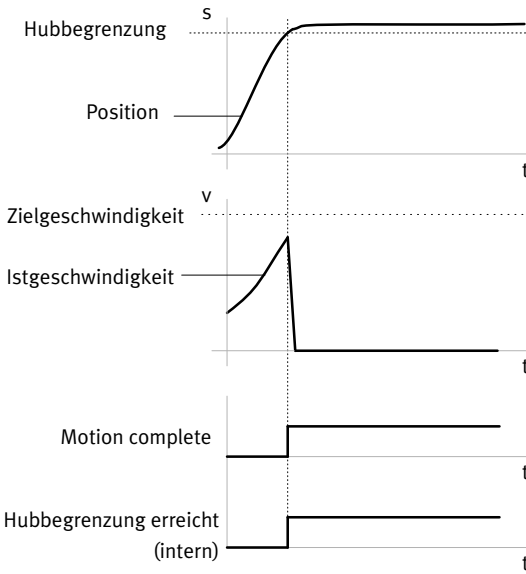
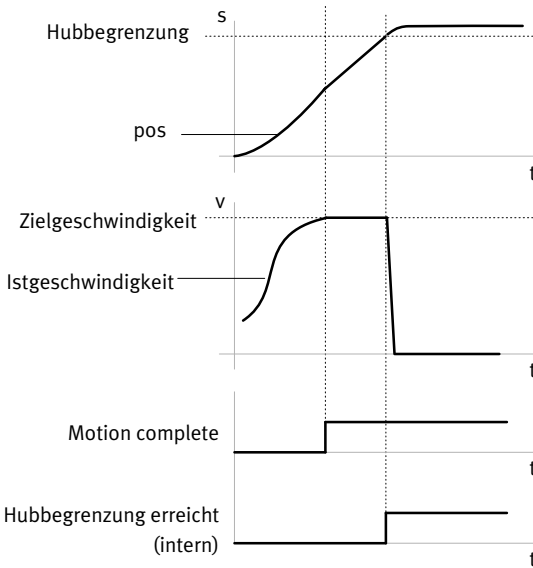

Fig. 2.6 Hubbegrenzung erreicht vor Erreichen der Zielgeschwindigkeit – Beispiel
Fig. 2.7 Hubbegrenzung erreicht nach Erreichen der Zielgeschwindigkeit – Beispiel
– Hubbegrenzung ist zuerst erreicht	Das Signal „Hubbegrenzung erreicht“ wird gesetzt. Der Antrieb wird mit der parametrisierten Quick-Stop-Verzögerung abgebremst. Obwohl die Ziel-Geschwindigkeit noch nicht erreicht wurde, wird das Signal Motion Complete gesetzt (→ Fig. 2.6 und Fig. 2.7) Gesteuerter Betrieb: Der Antrieb bleibt auf der Ziel-Position stehen und wird mit dem eingestellten Haltestrom auf der Position gehalten. Geregelter Betrieb: Der Antrieb bleibt lage-geregt stehen.